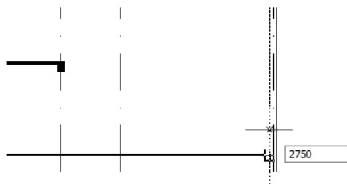

图 4.98 利用【对象追踪】辅助工具寻找水平线的起点
(1) 将【墙】图层设置为当前层。
(2) 绘制 D 轴线上的剖面窗。
① 打开【正交】【对象捕捉】和【对象追踪】功能，启动【直线】命令，在_line 指定第一点：提示下，捕捉地面线的右端点，不单击，然后将光标轻轻向上拖出虚线，输入“2750” (2750=1650+1100) 后按 Enter 键，如图 4.98 所示。